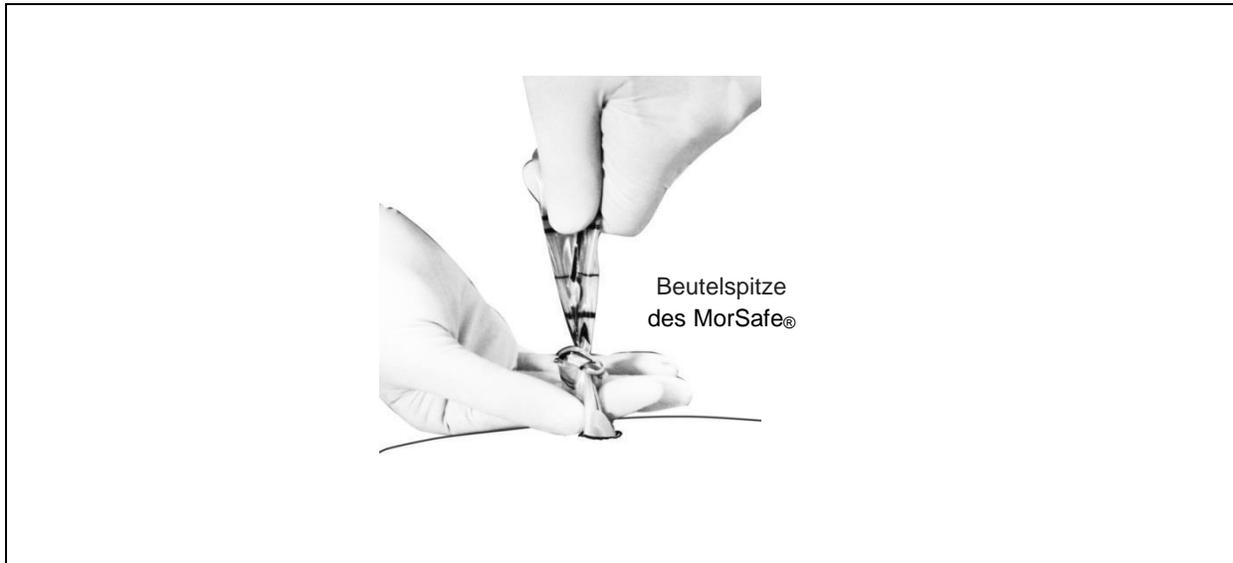

Abbildung 16: Binden des Knotens am Beutelspitze des MorSafe® Gewebemorcellierungs-Beutels
9.26 Binden Sie einen festen Knoten an die Beutelspitze des MorSafe® Beutels. Der Knoten wird unterhalb der dicken, waagerechten Linie an der Beutelspitze geknüpft (Abbildung 16), so dass die kleine Öffnung an der Beutelspitze vom Inhalt des Beutels getrennt (unzugänglich gemacht) wird.